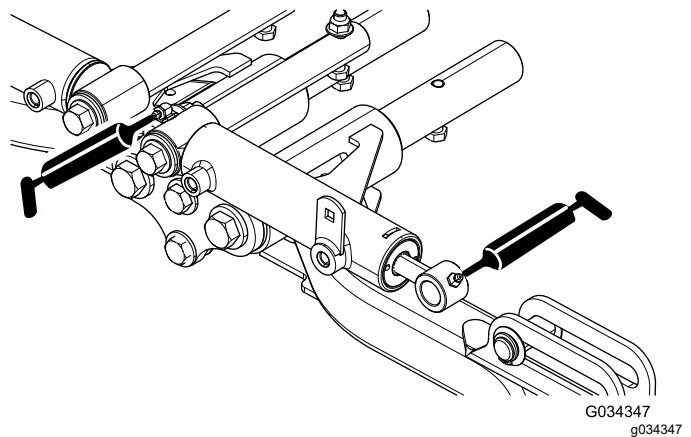

Figura 46
- Articulações do braço de elevação frontal e cilindros de elevação (3 cada); consulte Figura 46.